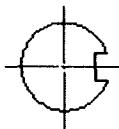

图 3-8
Step 9 单击 \odot 按钮，作圆，并使用直线工具作线。使用修剪工具对图形进行修剪处理，如图3-8所示。